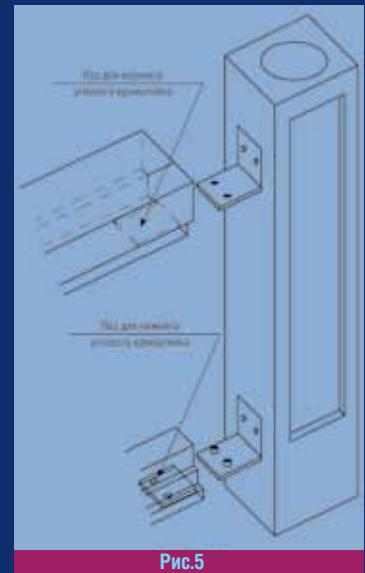

Рис.5
4. На концах поручней и оснований, на их нижней части, выполните пазы прямоугольной формы, для крепления угловых кронштейнов заподлицо. (**См. Рис. 5**) Установите поручни и основания на угловые кронштейны. Отметьте местоположения отверстий для саморезов на верхнем поручне, иместоположение отверстий для болтов-шпилек на нижнем основании. Рекомендуется выполнить на нижней стороне поручня, направляющие отверстия d 2мм для крепления шурупов 6x50. Выполните на нижней стороне основания, отверстия d 14 мм для крепления болтов-шпилек M8x40.